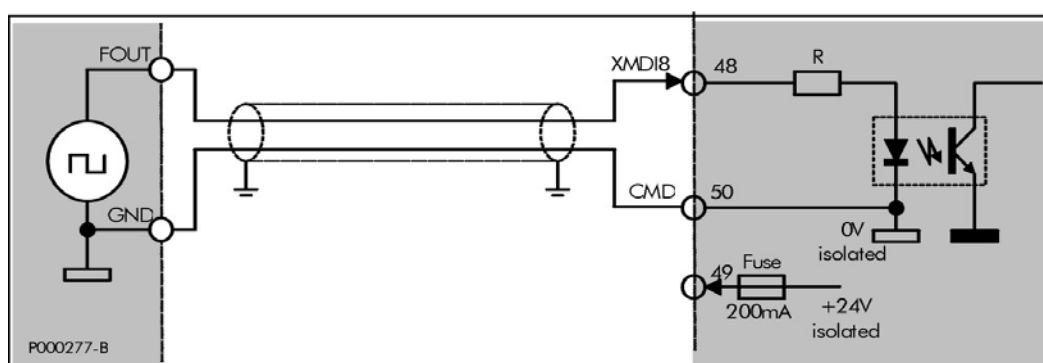

Figura 166: Sinal fornecido por uma saída em frequência Push-pull a 24V
O sinal deve ser fornecido por uma saída Push-pull a 24V com referência comum ao borne CMD (50) como mostrado na Figura 166.